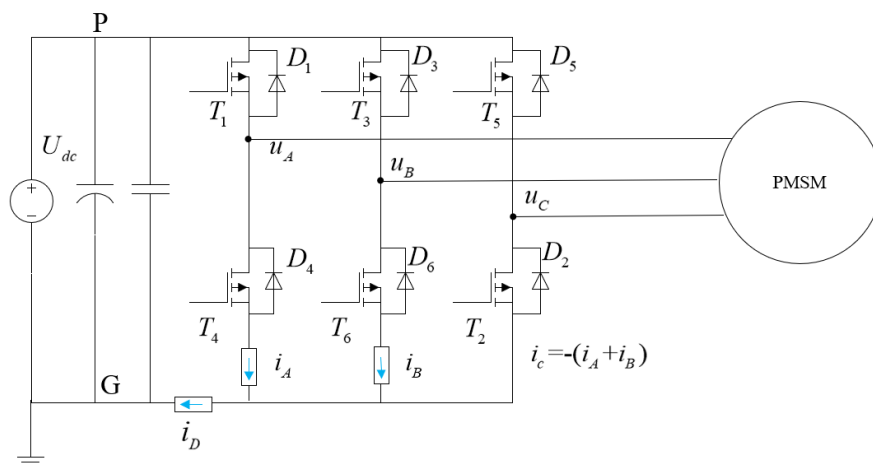

图 6 双电阻电流采样拓扑
- 相电流采样触发时刻为固定值，SVPWM 比较模式不同，相电流采样触发时刻不同，如图 6 中红色箭头所示；